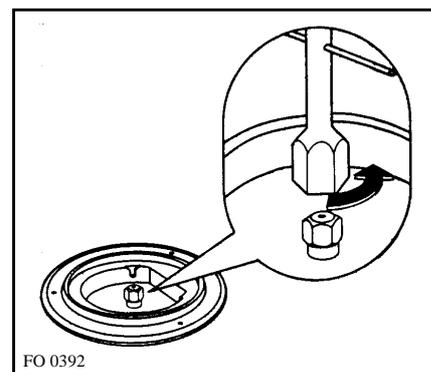

Fig. 15
- avec une clé douille de 7, dévissez les injecteurs (Fig. 15) et remplacez-les par ceux convenant au type de gaz utilisé (voir tableau "Caractéristiques générales").